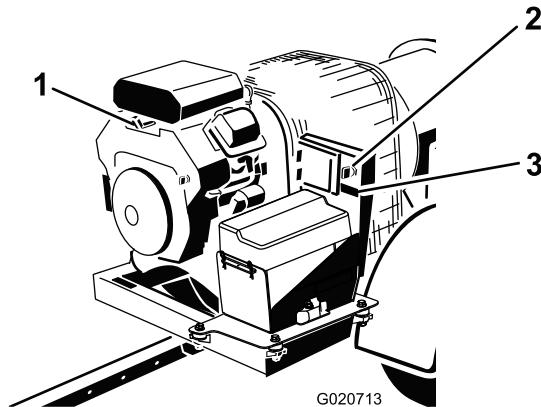

Figura 14
- Rode a chave da ignição para a posição “START” (arrancar) e solte-a rapidamente para a posição “ON” (ligado). Figura 14 Isto desperta o receptor.
4. Se abandonar a máquina, rode a chave para a posição OFF e retire-a do motor (Figura 14).